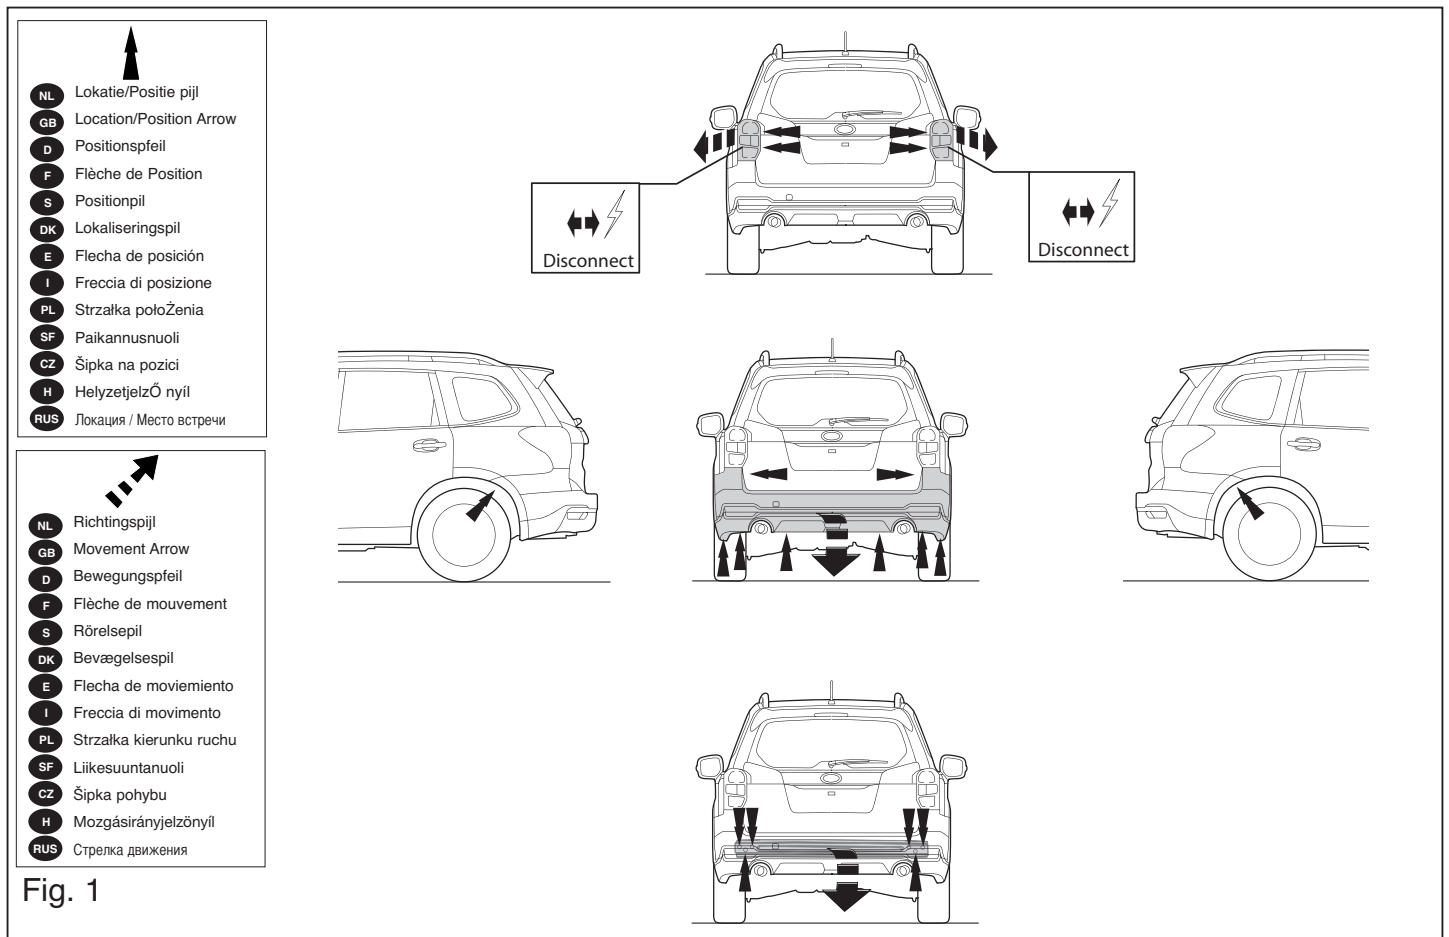

Fig. 1
1. Remove the rear-light units. Remove the bumper and the steel buffer beam from the vehicle. The buffer beam will no longer be needed. See figure 1.
1. Die Rücklichter abmontieren. Die Stoßstange einschließlich des stählernen Stoßbalkens vom Fahrzeug abmontieren. Der Stoßbalken wird nicht mehr benötigt. Siehe Abbildung 1.
1. Снять оба блока задних фар. Снять бампер вместе со стальными буферными брусом автомобиля; буферный брус больше не понадобится. См. рисунок 1.
1. Démontez les feux arrière. Déposer le pare-chocs du véhicule y compris la traverse en acier ; la traverse ne sera plus utilisée. Voir la figure 1.